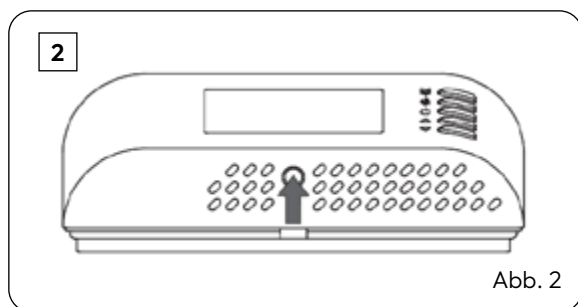

Abb. 2
- 2** Drücken Sie mit einem Schraubendreher die runde Kunststoffflasche nach hinten (Abb. 2).